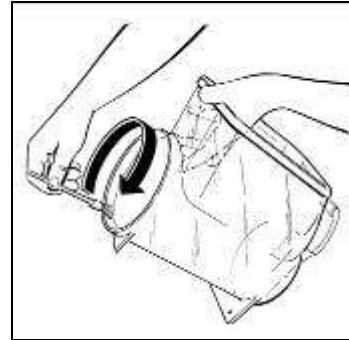

Fig. 22
- Pour faciliter le montage, nous conseillons en outre d'humidifier la partie arrière du bac en contact avec le joint d'étanchéité (voir la figure 22).